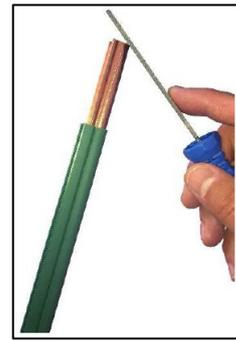

図 30: 半丸やすりによる外側バリ取り
- 半丸やすり HRF による導体外側輪郭のバリ取り(図 30 参照)。